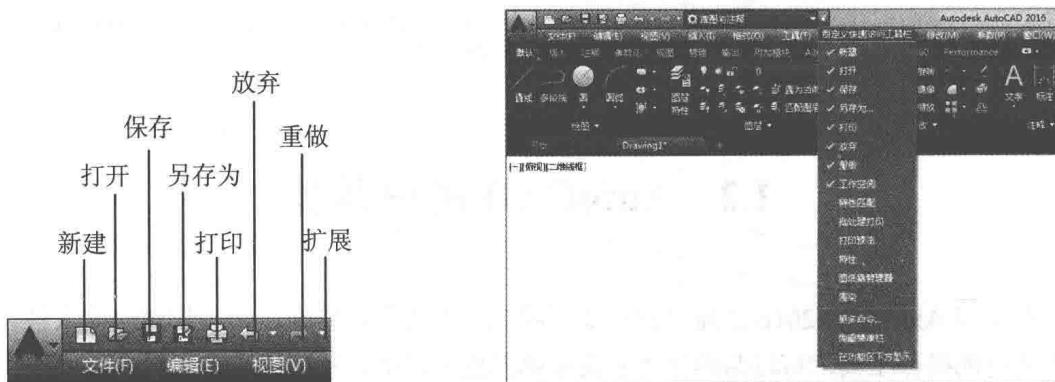

图 1-7 自定义快速访问工具栏
- 快速访问工具栏：在标题栏左侧位置的快速访问工具栏中包含了“新建”“打开”“保存”和“打印”等常用工具。用户还可以单击快速访问工具栏右侧的“扩展”按钮，将其他工具栏放置在该工具栏中，效果如图 1-7 所示。